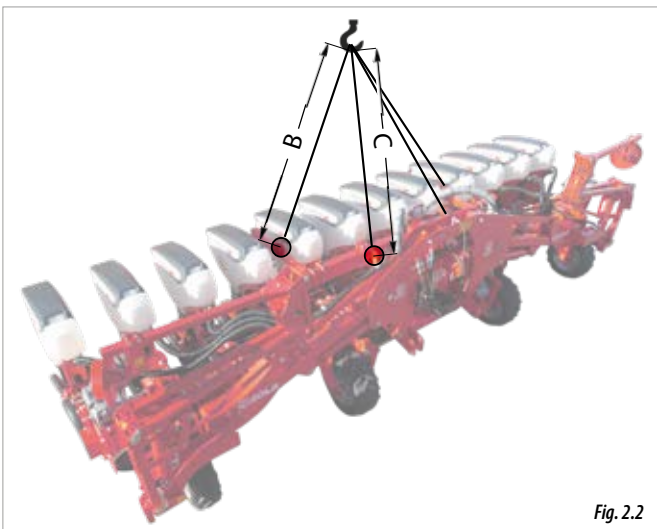

Fig. 2.2
- Les modèles de semoir **REPLIABLES** (Fig. 2.2) doivent être chargés et déchargés par 4 points :
- 2 points d'amarrage **PRINCIPAUX**, placés sur le châssis (B, Fig. 2.2).
- 2 points d'amarrage **SECONDAIRES**, situés sur les pieds d'appui (C, Fig. 2.2).
ATTENTION : RESPECTEZ LES DISTANCES : B ET C (2 MÈTRES) POUR ÉVITER D'ENDOMMAGER LE SEMOIR AU COURS DU LEVAGE (Fig. 2.2).